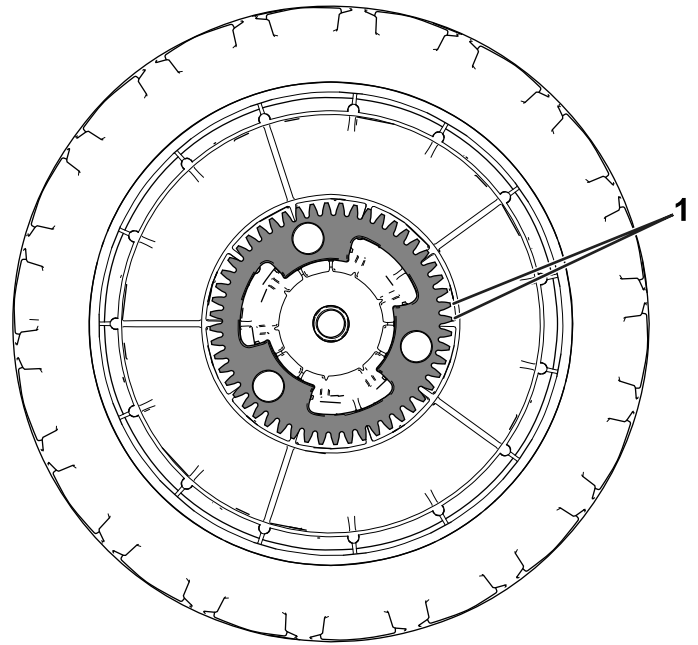

Figure 6
2. Appliquez du produit antigrippant sur la couronne dentée (Figure 6).